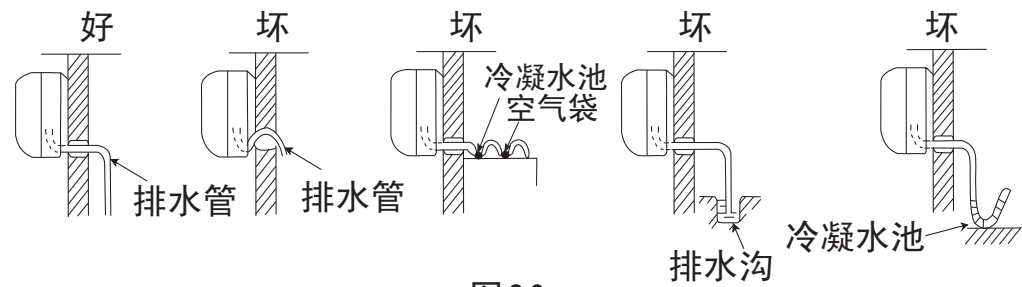

图 26
- 1 用附件 ⑭ 排水管与室内机组的出水管连接起来。
- 2 如要使冷凝水流得舒畅，排水管应倾斜少许，如图26所示。